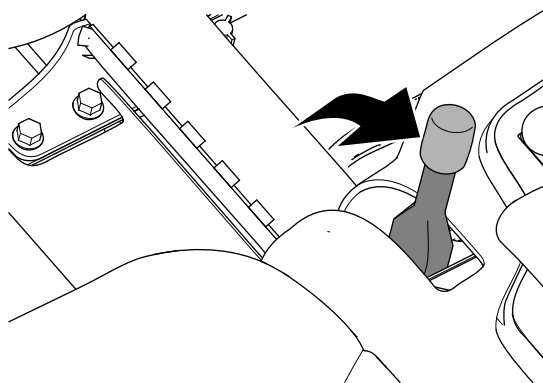

Figure 30
2. Serrez le frein de stationnement (Figure 30).